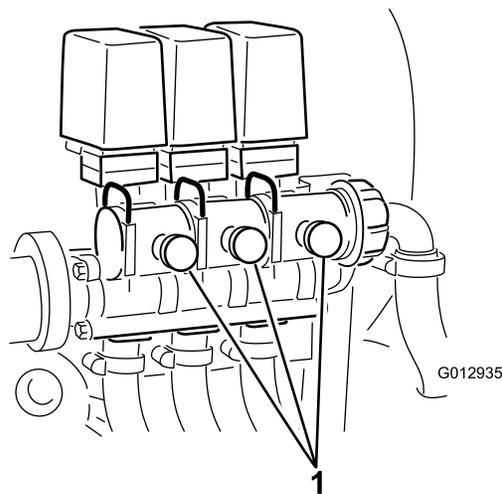

Figura 43
12. Regolate la valvola di bypass della barra (Figura 43) sulla valvola di comando della barra che avete disattivato, finché il misuratore di pressione non mostra un valore identico a quello rilevato al punto 9.